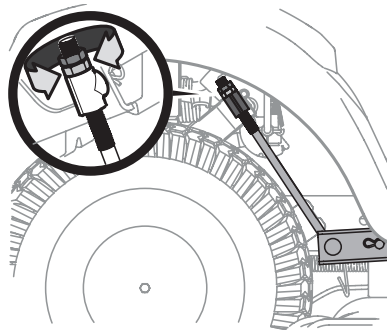

Figure 36
3. Une tige de réglage se trouve sous chaque aile arrière, près des roues. Voir Figure 36.